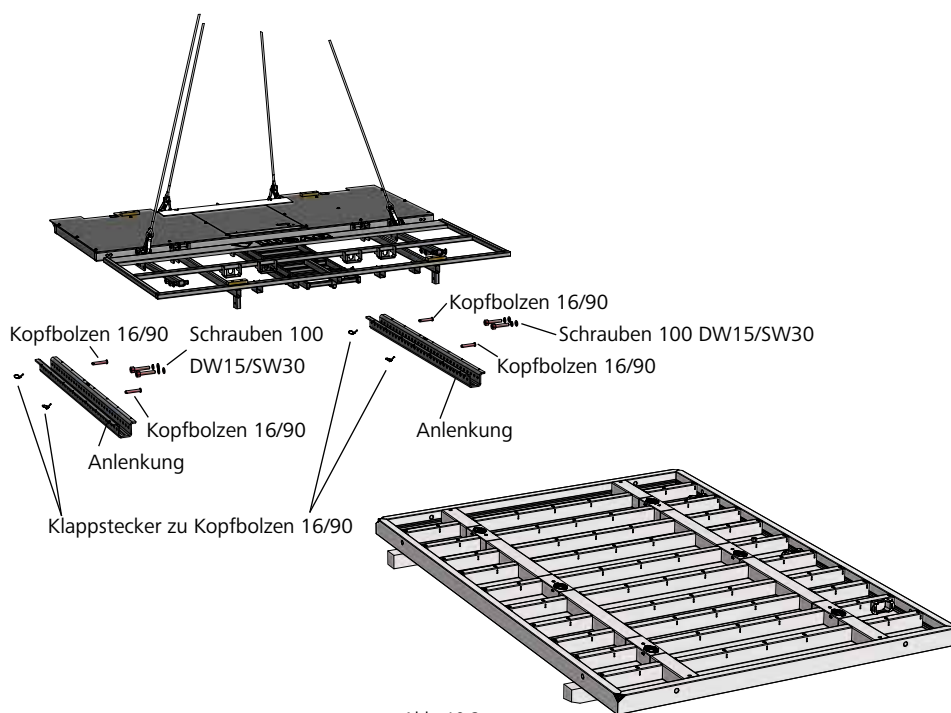

Abb. 10.2
3. Vor Ablegen der Bühne auf dem Schalungselement die beiden Anlenkungen durch Ziehen der integrierten 2 x 2 Kopfbolzen 16/90 lösen (Abb. 10.2).
Die integrierten 2 x 2 Schrauben 100 DW15/SW30 zur Befestigung der Anlenkungen am Element aus den Parkpositionen an den Diagonalen der Bühne entfernen (Abb. 10.2).